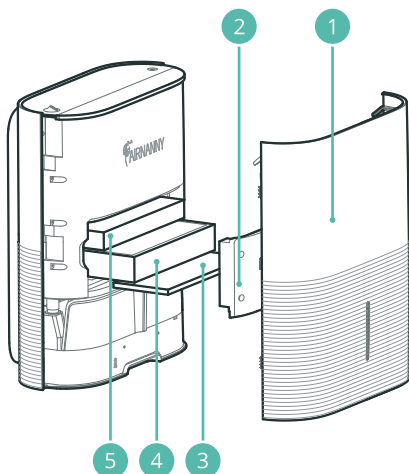

Рис. 21
Очистка префильтра (п. 3, рисунок 21): при его постоянной работе в режиме рециркуляции, производится не ранее одного раза в месяц. Очистку префильтра можно производить с помощью пылесоса и промывания водой. После очищения необходимо тщательно высушить префильтр. Высушенный префильтр готов к дальнейшей эксплуатации.
Замена фильтров HEPA H11 (п. 4, рисунок 21), HEPA H13 BabyCare (п. 4, рисунок 21) и Cellular Active CARBON (п. 5, рисунок 21) осуществляется не реже одного раза в год.
1. Снимите лицевую панель (п. 1, рисунок 21);
2. Снимите сервисную панель (п. 2, рисунок 21);
3. Извлеките из корпуса устройства все отработанные фильтры (п. 4 и 5, рисунок 21);